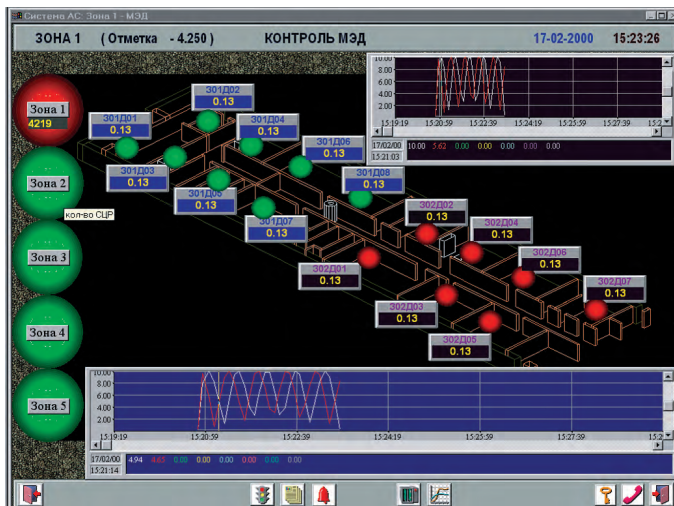

Рис. 5. Видеодиаграмма расположения ЯОЗ с цветовой индикацией обстановки
- объемные многоуровневые и разно-масштабные видеодиаграммы с местоположением ЯОЗ и цветовой индикацией возникновения СЦР и радиационной обстановки (рис. 5);